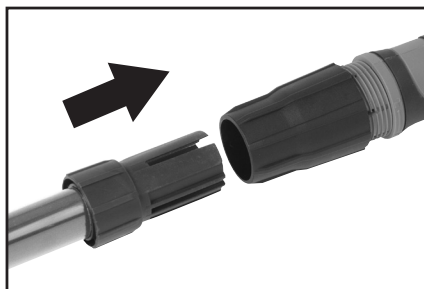

Fig. 4
- Glissez la bague d'extrémité du tube d'extension dans le tube/poignée d'aspiration principal. (Fig. 4)